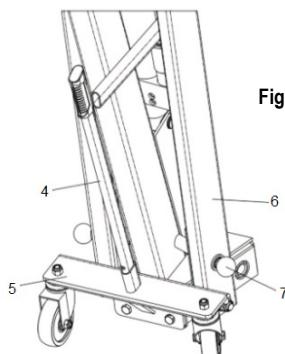

Fig. 8
4. Ajuste del brazo: pulse el botón, empuje y tire de la barra de extensión del gancho hasta la longitud deseada (Fig. 8).